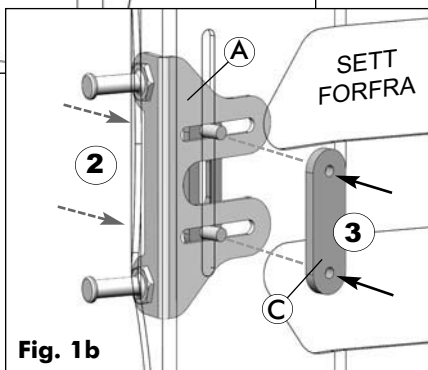

Fig. 1b
- Arbeid fra baksiden av rygglenet, og monter de 2 skruene som stikker ut av monteringsbraketten, gjennom det loddrette sporet i MX2-rygglenet (2); (se fig. 1b)
- Fest festebraketten til MX2-rygglenet ved å skru skruene inn i mutterskiven (D) på framsiden (innsiden) av rygglenet (3); (se fig. 1b)
- 2 Monter den gjenværende festebraketten for hurtigkobling (A) på motsatt side av rygglenet (i samsvar med **trinn 1** ovenfor).